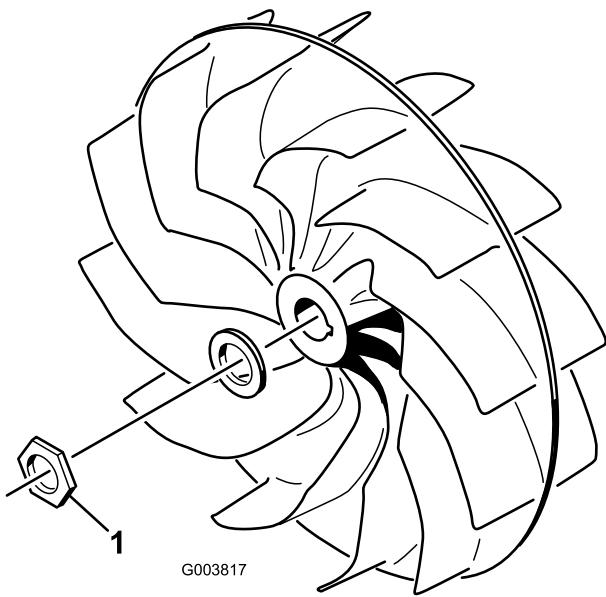

Figura 12
- Aperte a porca de montagem da ventoinha (Figura 12) com 678 Nm.